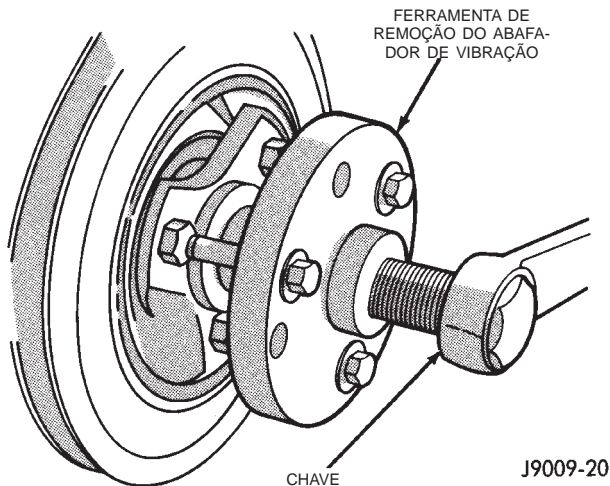

Fig. 40 Ferramenta de Remoção do Abafador de Vibração 7697
(1) Desconecte o cabo negativo da bateria.
(2) Remova a correia de acionamento em serpentina e o defletor de ar do ventilador.
(3) Remova a arruela e o parafuso retentor do abafador de vibração.
(4) Use a Ferramenta de Remoção do Abafador de Vibração 7697 para remover o abafador do eixo de manivelas. (Fig. 40).